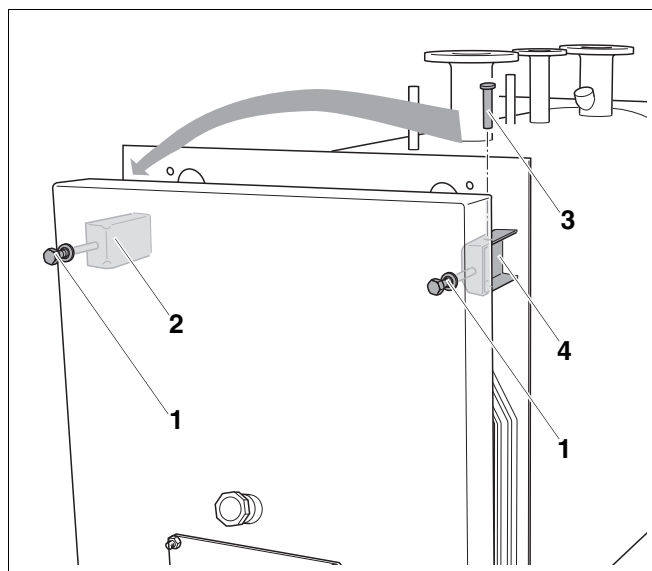

Рис. 11 Перестановка верхнего шарнира
- Ослабить болт M12 (рис. 11, поз. 1) верхнего правого шарнира (рис. 11, поз. 4) так, чтобы шарнирная ось свободно перемещалась (рис. 11, поз. 3).
- Вынуть ось (рис. 11, поз. 3) из верхнего правого шарнира (рис. 11, поз. 4).
- Вставить ось (рис. 11, поз. 3) в верхний левый шарнир (рис. 11, поз. 2).
- Ослабить болт M12 (рис. 11, поз. 1) настолько, чтобы можно было задвинуть ось (рис. 11, поз. 3).